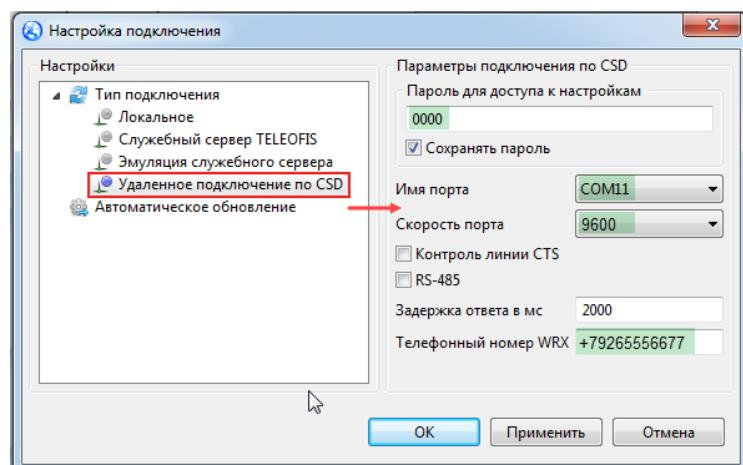

Рис. 36. Настройка подключения по CSD.
- В окне **Настройка подключения** в левой части окна выберите **Удалённое подключение по CSD** и пропишите параметры подключения: имя и скорость виртуального COM-порта подключённого модема, пароль для доступа и телефонный номер терминала WRX, на который будет поступать исходящий CSD-вызов (Рис. 36).